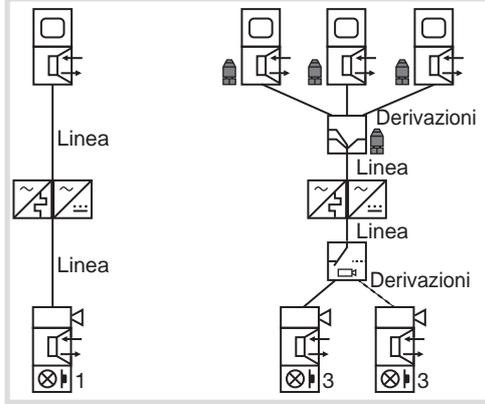

Figura 25: video 6D – Linee e diramazioni
**D** Ulteriori stazioni da porta video o apparecchi supplementari devono essere usati o con commutatori video (figura 25).